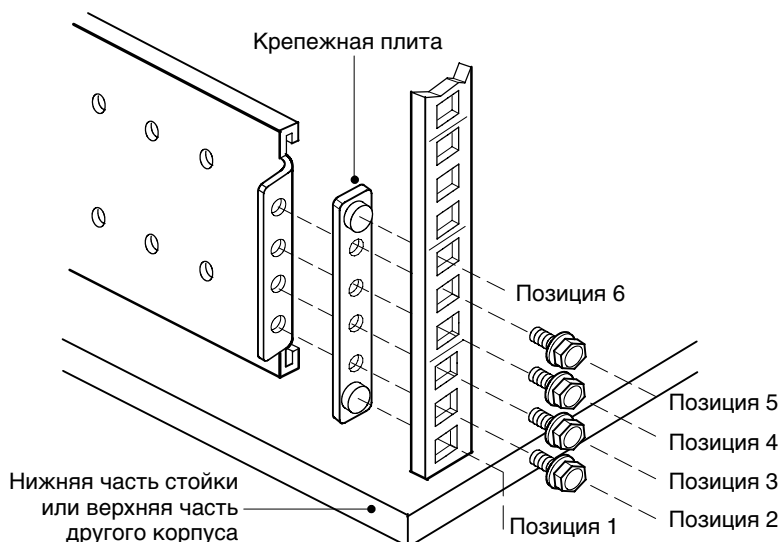

Рисунок 1. Крепление задней направляющей (показана правая направляющая в сборе)
2. Закрепите направляющую на задней части стойки с помощью четырех винтов М5 и крепежной плиты (см. рис. 1).